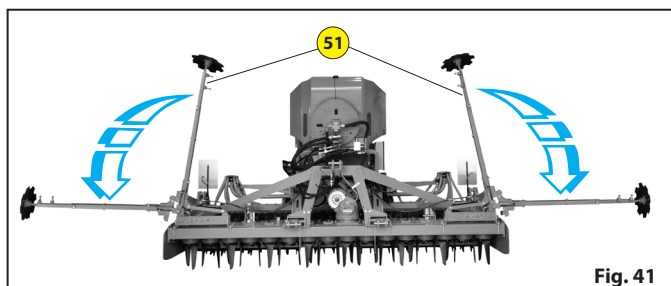

Fig. 41
- Rozłożyć ramiona znaczników siewnika **51** wykorzystując w tym celu rozdzielacz hydrauliczny ciągnika « Fig. 41 ».